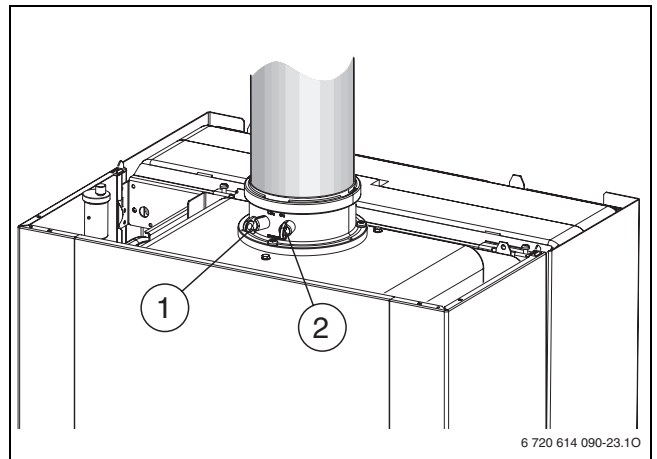

Bild 43
- ▶ Verschlussstopfen am Verbrennungsluft-Messstutzen [2] entfernen (→ Bild 43).
- ▶ Verschlussstopfen am Abgasmessstutzen [1] entfernen (→ Bild 43).